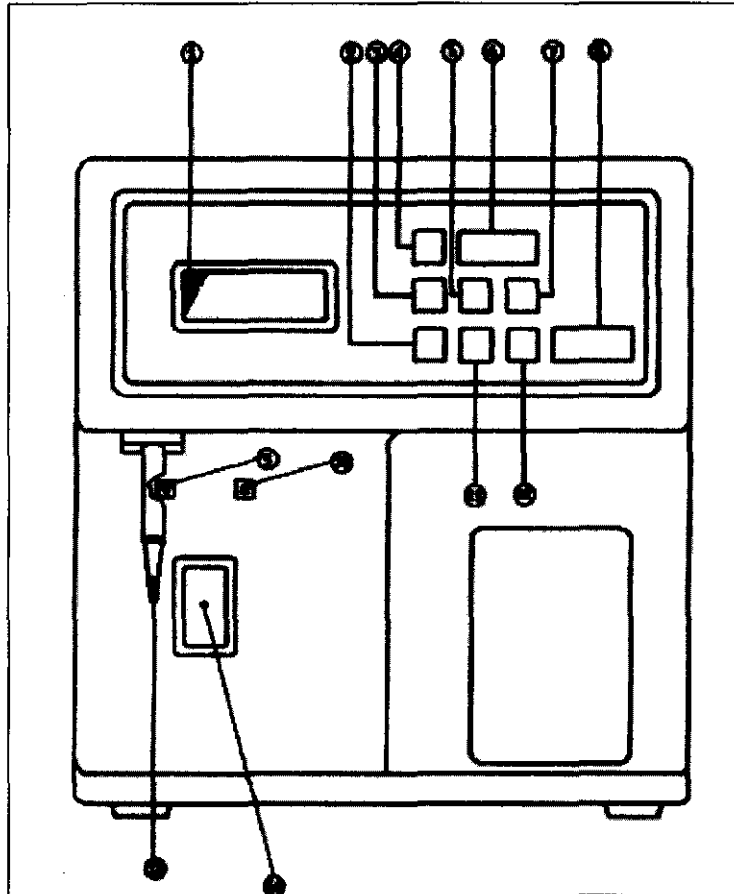
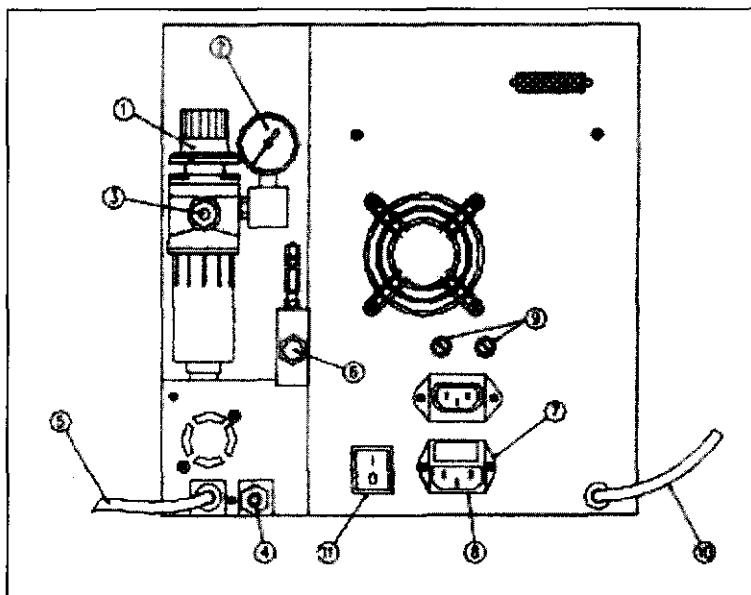

Fig.1.2-Panel Frontal
Fig.1.3-Panel Posterior
Conecte el otro extremo de la tubuladura de conexión al instrumento (3) indicado en la Fig. 1.3 que está instalado en el panel posterior.
- Inserte la tubuladura de gas en la conexión (4) Fig.1.3, ajustando cuidadosamente la brida especial para asegurar un cierre perfecto. Conecte el reductor de presión a la botella de gas y asegúrese que la perilla está completamente regulada en dirección de las agujas del reloj.
- Conecte el cable de alimentación del compresor al enchufe (7) indicado en la Fig. 1.3 y que está instalado en el panel posterior del instrumento.
- Inserte el cable de alimentación en el enchufe (8) indicado en la Fig. 1.3.
- Inserte la tubuladura en PVC (10) indicada en la Fig. 1.3, con la tubuladura de acero inoxidable insertada en la parte final del diluyente.
- Encienda el instrumento con el interruptor (11) indicado en la Fig.1.3 y mientras tanto pulse repetidamente la tecla (14) en la Fig. 1.2. localizada en el panel frontal, llene el circuito entero hasta que todas las burbujas de aire desaparezcan en el diluyente vertido durante la fase de dispensación.